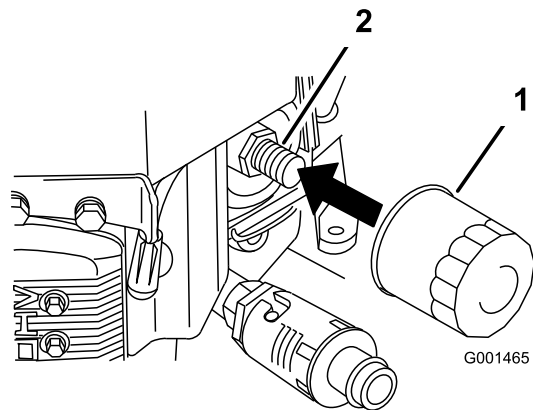

Figure 36
2. Retirez le filtre usagé (Figure 36).
3. Appliquez un mince film d'huile neuve sur le joint en caoutchouc du filtre de rechange (Figure 36).
4. Posez le filtre à huile de rechange sur l'adaptateur, tournez le filtre dans le sens horaire jusqu'à ce que le joint en caoutchouc touche l'adaptateur, puis serrez le filtre de 3/4 de tour supplémentaire (Figure 36).